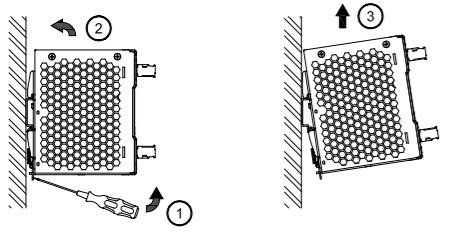

Figure 3
4. Demontage (Abb. 3)
Ziehen Sie zur Demontage den Einrasthebel mit einem Schraubendreher nach unten, wie in Abb. 3 dargestellt. Kippen Sie das Netzteil in die entgegengesetzte Richtung nach oben, klicken Sie den Einrasthebel aus und nehmen Sie das Netzteil nach oben von der DIN-Schiene ab.
4. Dismounting (Fig. 3)
To uninstall, pull or slide down the latch as shown in Fig. 3. Then slide the PSU in the opposite direction, release the latch and pull out the PSU from the rail